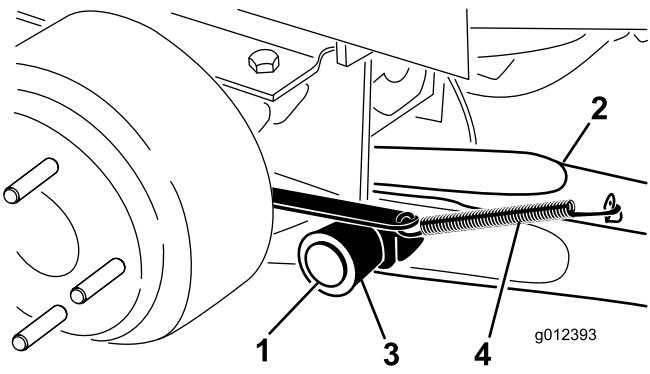

図3
- ピボット・ピン 1 本、コッター・ピン1本を使って、ピボット・ブラケットに昇降アームを取り付ける(図 3)。昇降アームを、曲がった部分が外側を向くようにして取り付ける。
5. ブレーキ・リターン・スプリングを昇降アームのタブ引っ掛ける(図3)。